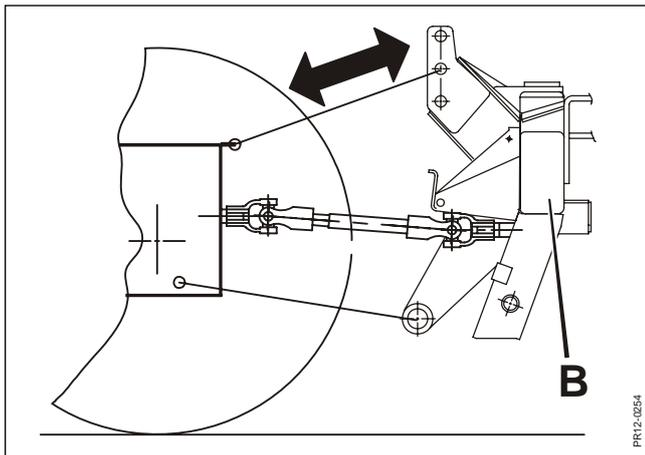

Fig. 2-15
- Fig. 2-15** 10) Die Maschine wird in Arbeitsstellung abgesenkt, und die Länge der Oberlenker wird so eingestellt, daß der Toprahmen **B** senkrecht ist.